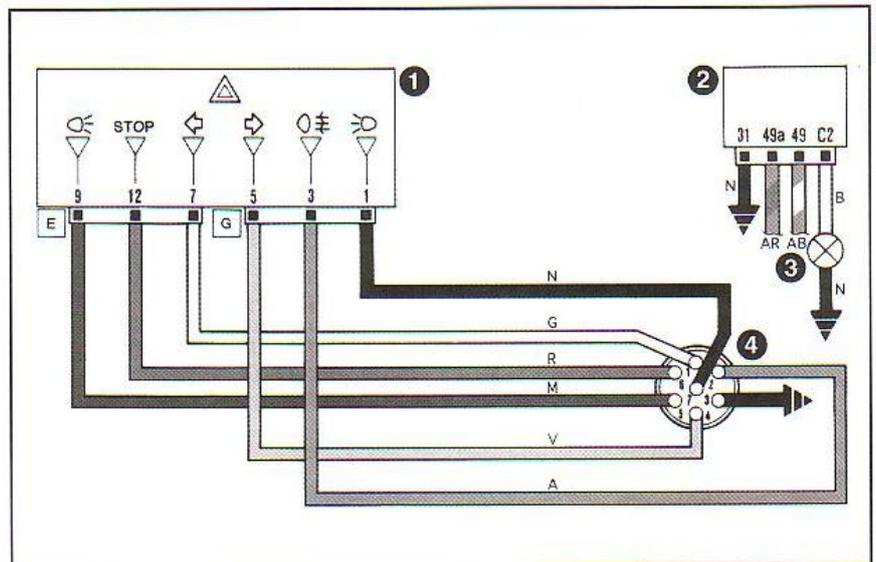

fig. 9
**ESQUEMA DAS DERIVAÇÕES ELÉTRICAS Marea/Marea Weekend e Brava - fig. 9**